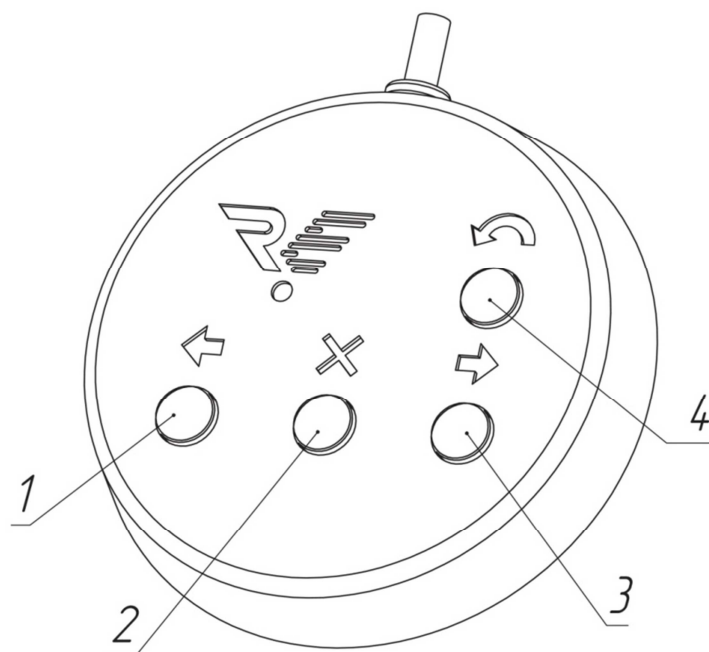

Рис. 3. Внешний вид пульта управления
Корпус ПУ выполнен из шлифованной нержавеющей стали. На лицевой стороне расположены кнопки управления 1 - 4 и светодиодные индикаторы режимов работы пульта (рис. 3). Стандартная длина кабеля, поставляемого в комплекте, составляет 5 метров.
3. Включите источник питания турникета, на двух панелях индикации турникета (рис. 2) загорится красный крест, запрещающий проход, на ПУ светодиодный индикатор кнопки 2 (рис. 3) загорится красным. Загорятся лампы подсветки зоны прохода.
Турникет имеет несколько режимов работы. Включение нужного режима осуществляется с помощью ПУ или СКУД. Индикация режимов работы отображается на панели индикации в виде мнемонических знаков разрешения и запрещения прохода. Работа со СКУД рассмотрена в Инструкции по монтажу. В данном разделе будет рассмотрена работа с ПУ. Внешний вид ПУ представлен на рис. 3